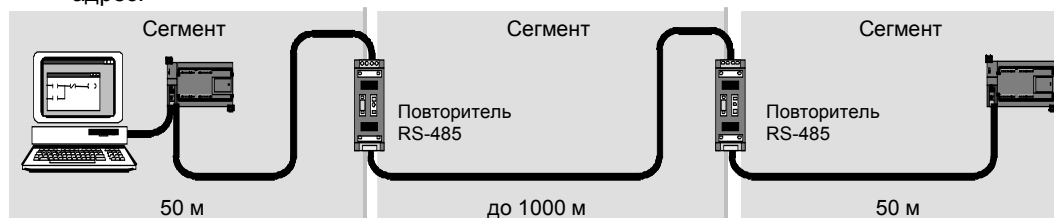

Рис. 7–21. Пример сети с повторителями
- *Для увеличения длины сети:* Добавление повторителя к вашей сети дает возможность удлинить сеть еще на 50 м. Если соединить два повторителя при отсутствии между ними других узлов (как показано на рис. 7–21), то сеть можно расширить до максимальной длины кабеля для данной скорости передачи. В сети можно использовать последовательно до 9 повторителей, но общая длина сети не должна превышать 9600 м.